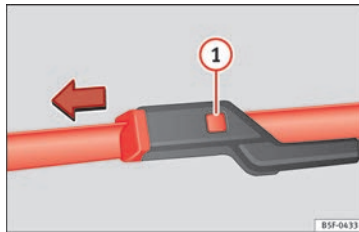

Bild 62 Byta torkarblad fram
- Håll in frigöringsknappen » **bild 62 ①** och dra samtidigt bladet försiktigt i pilens riktning.